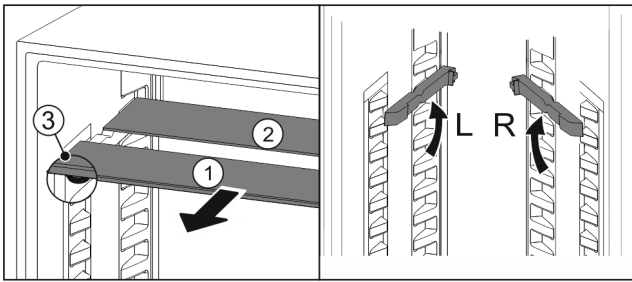

Fig. 21
- ▶ Издърпайте Fig. 21 (1) поотделно стъклените плочи напред.
- ▷ Стъклената плоча Fig. 21 (1) с декоративната лайсна е отпред.
- ▷ Ограничителите Fig. 21 (3) сочат надолу.